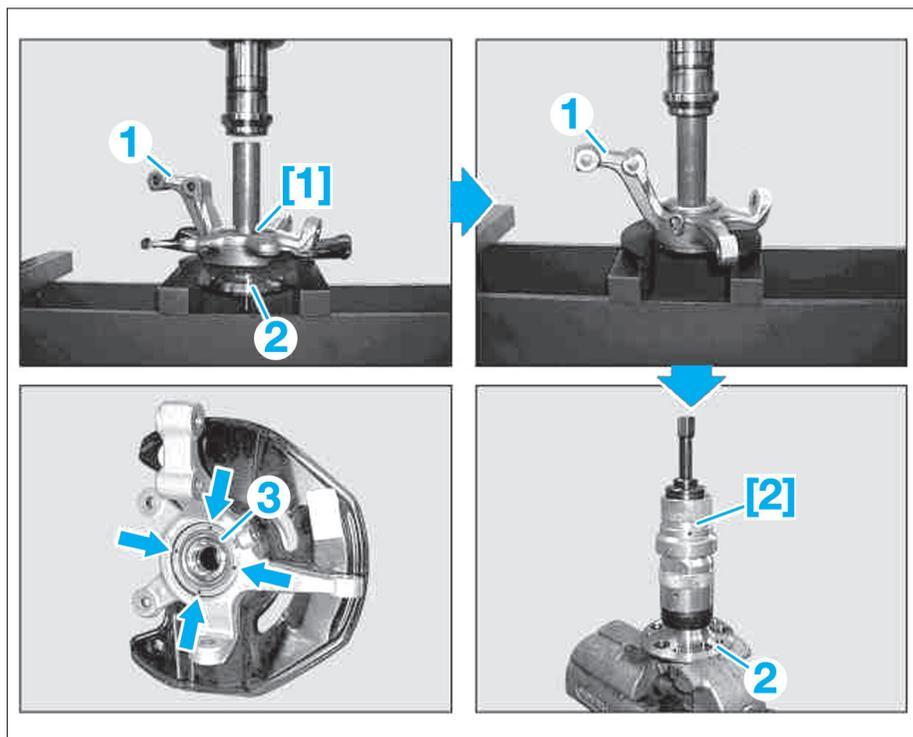

FIG. 21
- [1]. Mandrin (Fig.21).
- [2]. Extracteur (Fig.21).
- Positionner le pivot (1) sur une presse.
- Extraire le moyeu (2) par le bas avec un mandrin [1] (Fig.21).
- Extraire le roulement (3) par le bas.
- Extraire la bague intérieure de roulement du moyeu (2) avec l'extracteur [2].
- Lors de la repose, attention à la position de montage du roulement (3). Les points (flèches) figurant sur le roulement oblique (3) doivent être orientés vers la partie intérieure du pivot (1). En cas de montage incorrect, aucun signal d'impulsion ne sera détecté au niveau du capteur de vitesse de rotation. En effet, la bague à impulsions du capteur de vitesse de rotation est intégré dans le roulement (3).